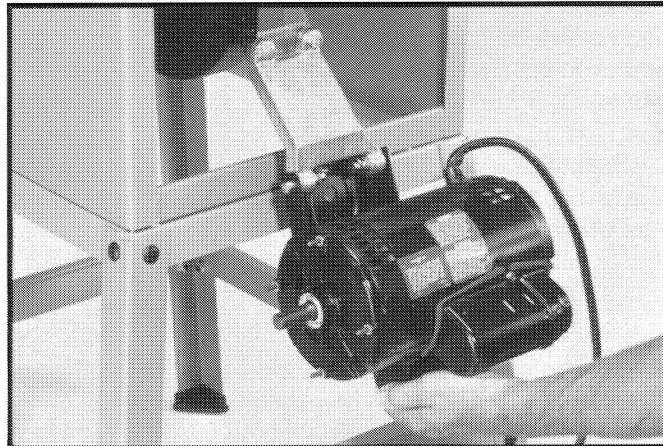

Fig. 14
4. La Fig. 14 ilustra el motor ensamblado al dorso de la sierra.